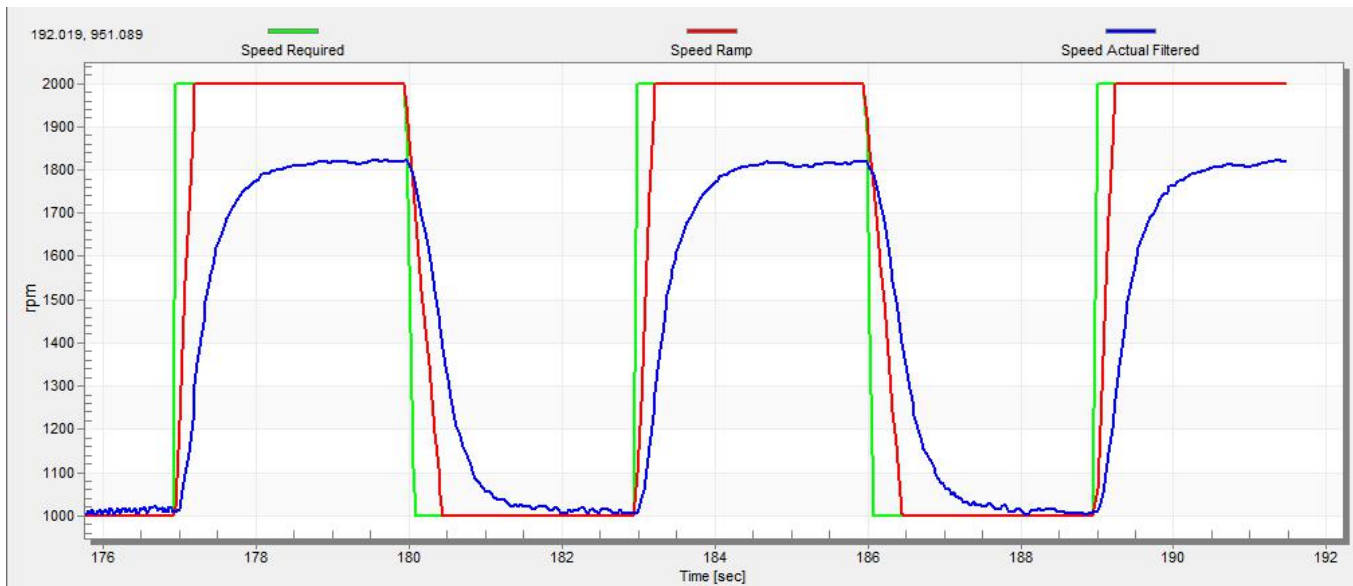

图32. 速度控制器响应—SL_Ki值低，未实现速度斜坡
电动机速度控制回路是一阶函数，其机械时间常数取决于电动机惯量摩擦力。第5.1.6节“机械参数测量”和第5.1.7节“PMSM电气参数测量过程”中介绍了使用PMSM电气和机械参数测量过程获得这些机械常数。如果这些机械常数可用，则可以使用环路带宽和衰减来调整PI控制器常数。否则，可以手动调节速度控制器的P和I部分以获得所需的速度响应（请参见图32中的示例响应）。有数十种方法可用于调整PI控制器常数。以下步骤提供了以下示例之一，以设置和调整PM同步电动机的速度PI控制器：
- “SL_Ki”值很低，并且“Speed Actual Filtered（已过滤的实际速度）”无法达到“Speed Ramp（速度斜坡）”（参见图32）